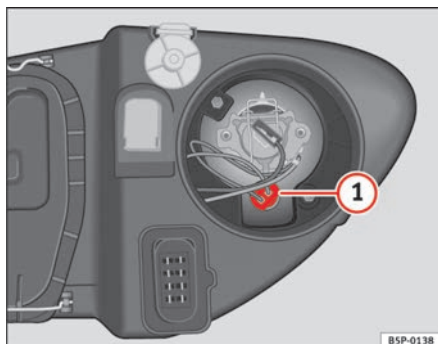

Abb. 183 Standlicht
- Die Fassung ⇒ Abb. 183 **1** herausnehmen.